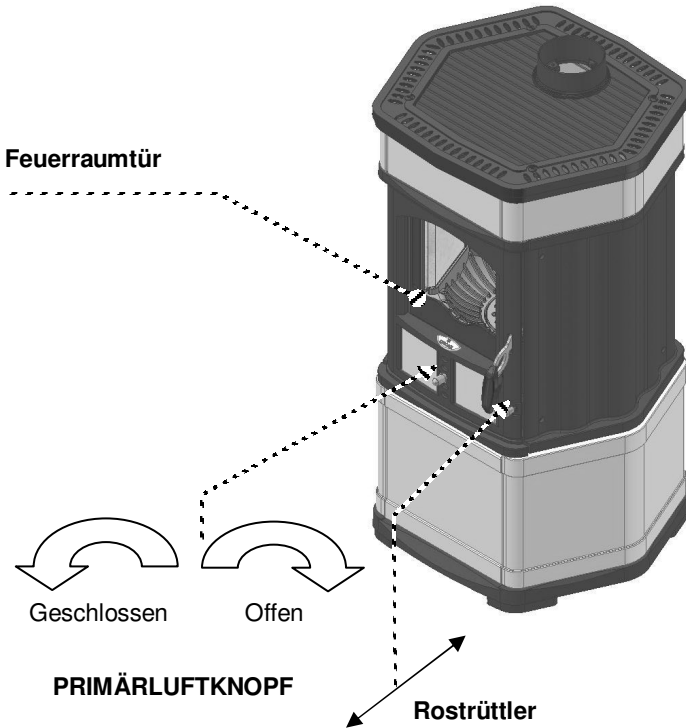

Abb. 1
2.8 Rütteln des Feuerrotes (Abb. 1)